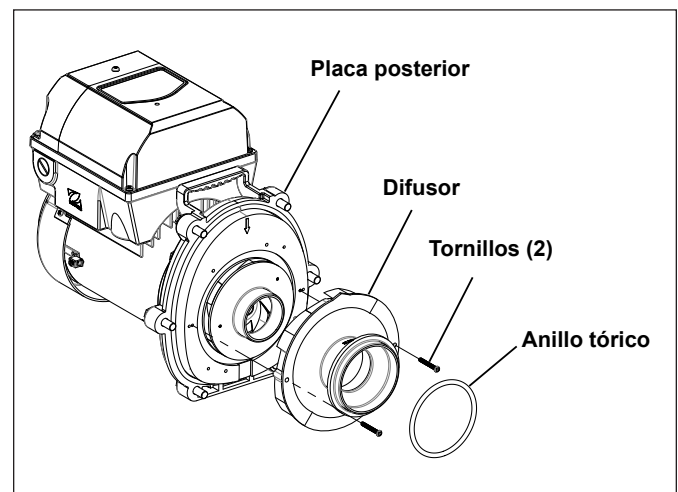

Figura 14. Retire el difusor
5. Utilizando un destornillador Phillips N° 1, retire los dos (2) tornillos que sujetan el difusor. (El difusor es la tapa sobre el impulsor.) Luego retire el difusor (Véase la Figura 14).